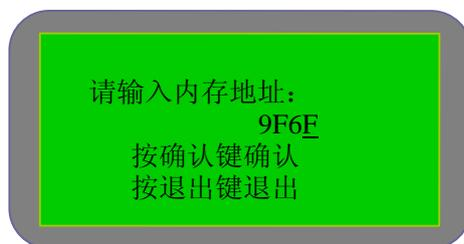
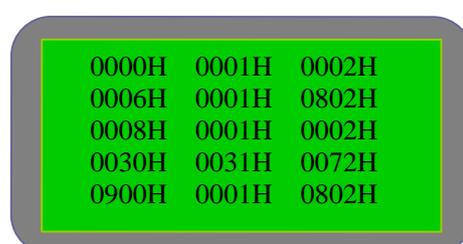

图 5-4-5
图 5-4-5A
- 5) 内存：在“设置”中选择“内存”，进入图 5-4-5 所示界面，可以察看从输入内存地址开始的 30 个字长度的数据，分两屏显示，如图 5-4-5A。